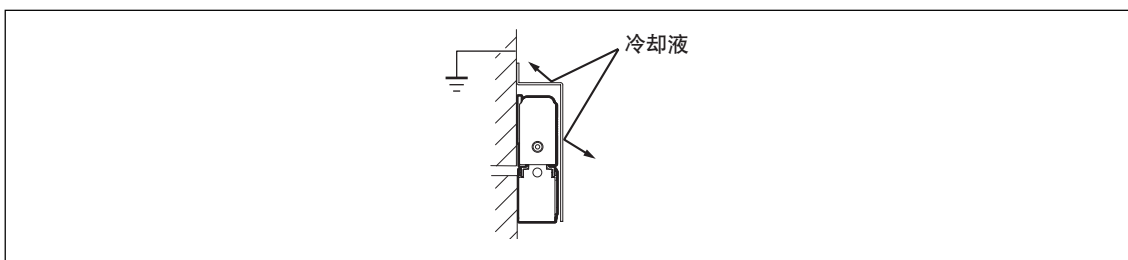

图2-2
- 请注意，如果移动滑块超出测量长度 (ML) 的范围，会损坏直线标尺。
- 在冷却液可能直接溅到直线标尺的环境下，请用外罩将直线标尺盖住，以避免溅上冷却液。(图2-2)